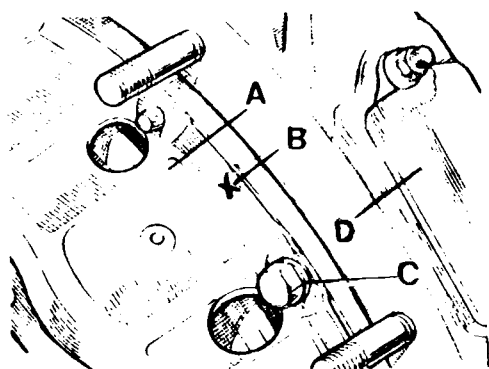

Fig. A3-81 Montaje del plato de presión
- 2.6. Montar el plato de presión, A (Fig. A3-81) sobre el volante, alineando la marca de apareamiento, B, existente en dicho plato, con la misma existente en el volante.
- 2.7. Montar los tornillos, C (Fig. A3-81), dándole un apriete de 3 á 3.5 mkg.
2.8. Montar la tapa del registro, D (Fig. A3-81).